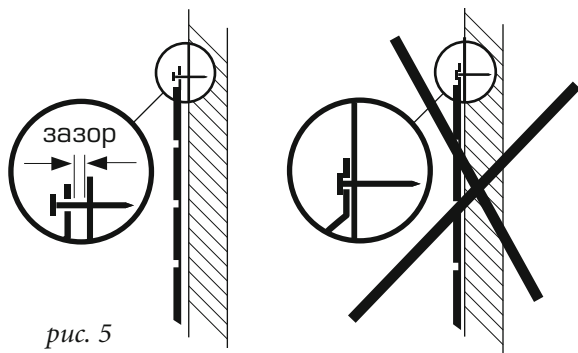

рис. 5
В случаях, когда длина поверхности стены больше длины панелей сайдинга, для соединения панелей рекомендуется использовать соединительную планку (рис. 5). При этом зазор между сайдингом и планкой должен составлять 6-10 мм. Допускается монтаж сайдинга внахлест. При монтаже сайдинга внахлест швы не должны совпадать более чем в 4-х рядах (рис. 6).
Очень часто бывает, что на стене размещается нецелое число панелей. В этом случае, панель сайдинга необходимо разрезать. Схема крепления отрезанного конца панели в угловых элементах будет иметь свои особенности. На рис. 5 наглядно показано, что в угловых элементах для более прочного и надежного крепления панелей сайдинга используется финишная планка. А для предотвращения волнового эффекта и выравнивания высоты панели, между угловыми элементами и панелями сайдинга вставляются деревянные бруски.
Рис. 5. Схема крепления резаного конца вертикального сайдинга в угловых элементах: 1 – наружный угол; 2 – финишная планка; 3 – вертикальный сайдинг; 4 – деревянный брусок для выравнивания высоты панели.
8. Устанавливая панели, оставляйте небольшое расстояние между верхним краем шляпки гвоздя (шурупа) и панелью, это обеспечит свободное расширение-сжатие (рис. 5)
б) делать зазоры между панелью и верхним краем шляпки гвоздя (шурупа) (рис. 5);